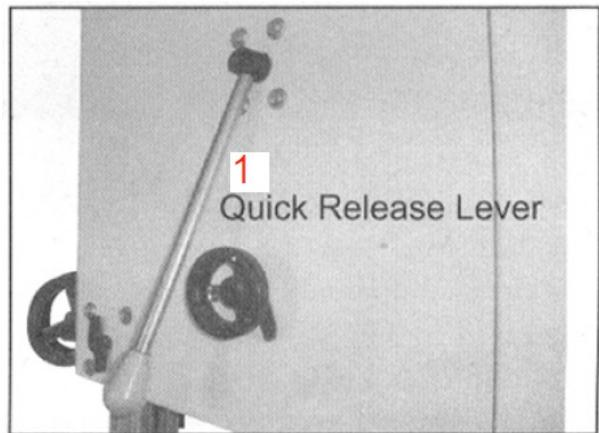

Рис. 14 Рычаг быстрого ослабления натяжения полотна пилы
- Снять натяжение полотна поворотом рычага быстрого ослабления натяжения полотна (*Рис. 14*) по часовой стрелке.
- f) Натянуть новое полотно поворотом рычага быстрого ослабления натяжения полотна (*Рис. 14*) против часовой стрелки и проверить траекторию движения полотна. Полотно должно проходить по центру шкива. Подробнее см. п. «Регулировка траектории движения полотна пилы».